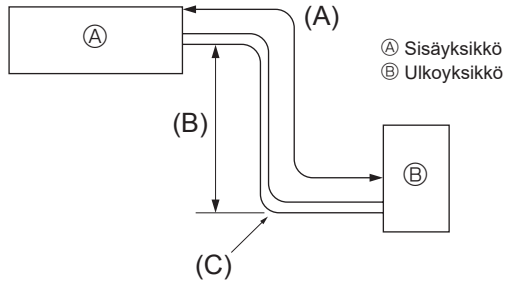

Fig. 5-1
5.1. Kylmäaineputki (Fig. 5-1)